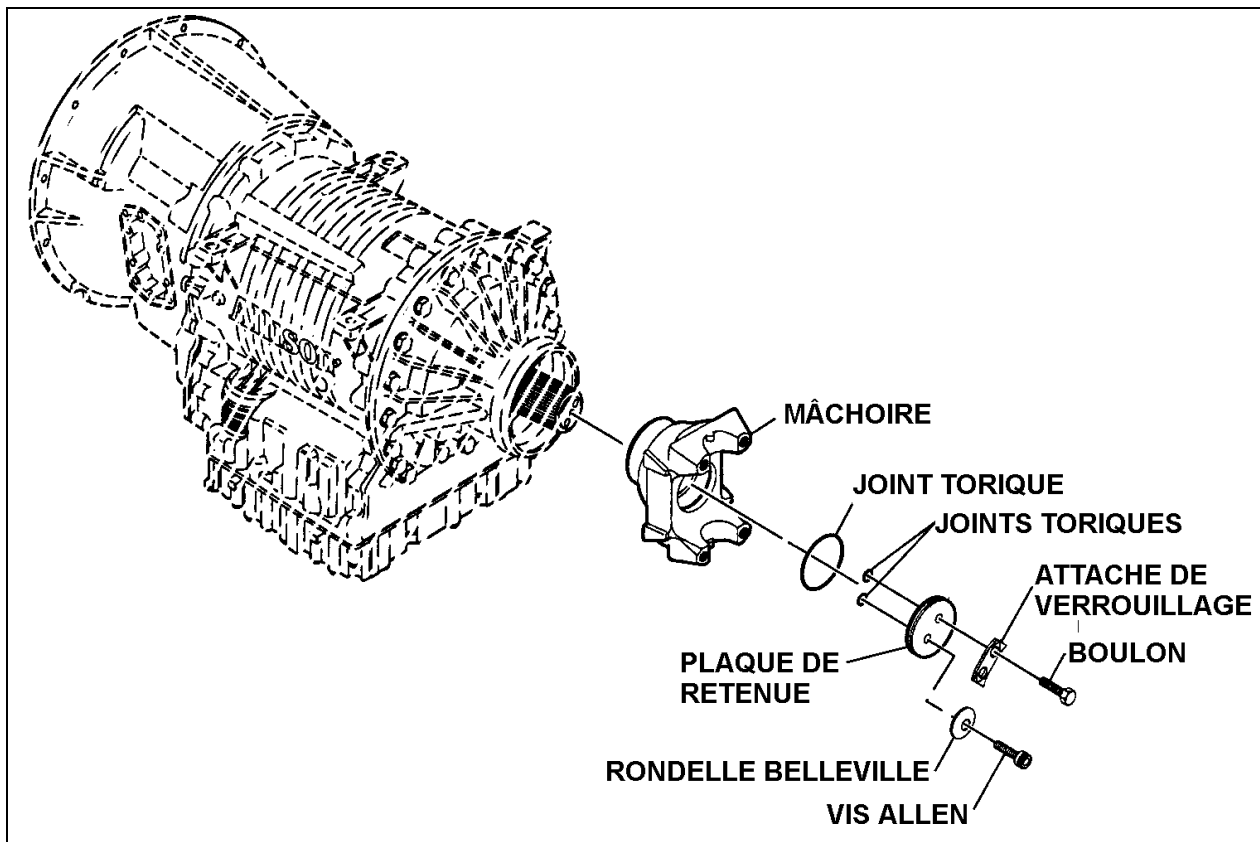

FIGURE 1
5. S'il est nécessaire de remplacer les deux boulons de fixation ou les attaches de verrouillage, remplacer le type de boulons antérieur par des vis à six pans creux Allen et remplacer les attaches de verrouillage par des rondelles Belleville. Les vis à six pans creux Allen et les rondelles Belleville **DOIVENT** être utilisées ensemble. Les attaches de verrouillage et les rondelles Belleville **NE DOIVENT PAS** être utilisées ensemble. Serrer les vis à un couple de 30-35 Nm (22-26 lb pi). Voir les figures 1 et 2.